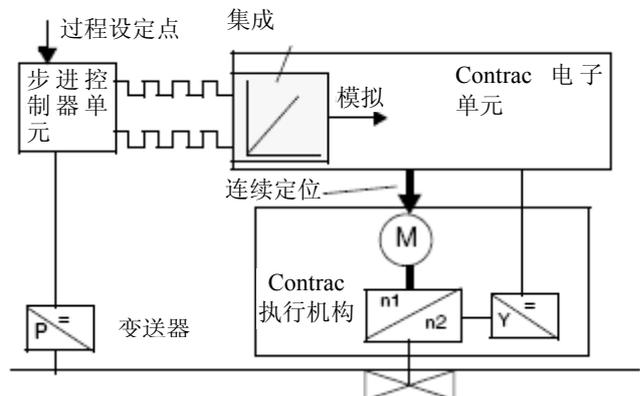

图25 脉冲指令与“步进控制器之后的运行”模式的集成
- 步进控制器：对于MAN/AUT模式，使用DI1； DI2 + DI3的“步进指令”（例如来自步进控制器）在内部集成。Contrac使用该结果来创建一个“假”内部设定点。Contrac在AUT模式中会平稳地跟随这一设定点。这样可以实现Contrac的所有优点，即使它用于具有步进控制器信号的较老设施。详情见图25。